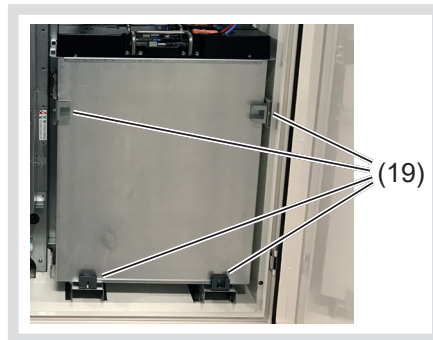

Bild 35: Batteriehalterungen für Batteriemodul
- Die Batteriehalterungen (19) der Batteriemodul-Aufnahme unten und je Seite abschrauben (Bild 35).
- Batteriemodul so drehen, dass sich die Anschlüsse für die Batterie-Leistungskabel (10) und (18) auf der rechten Seite befinden.
- Batteriemodul/Batteriemodule in die Batteriemodul-Aufnahme des Energiespeichersystems stellen und durch anschrauben der Batteriehalterungen (19) fixieren.